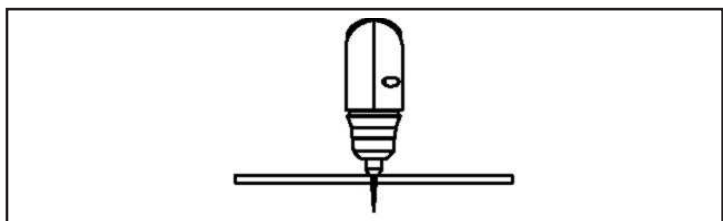

FIGURE 19
- Terminez la percée sur la ligne de coupe et continuez de couper en suivant cette ligne. Tenez le chalumeau perpendiculaire à la pièce de travail une fois effectué le perçage - FIG.19.